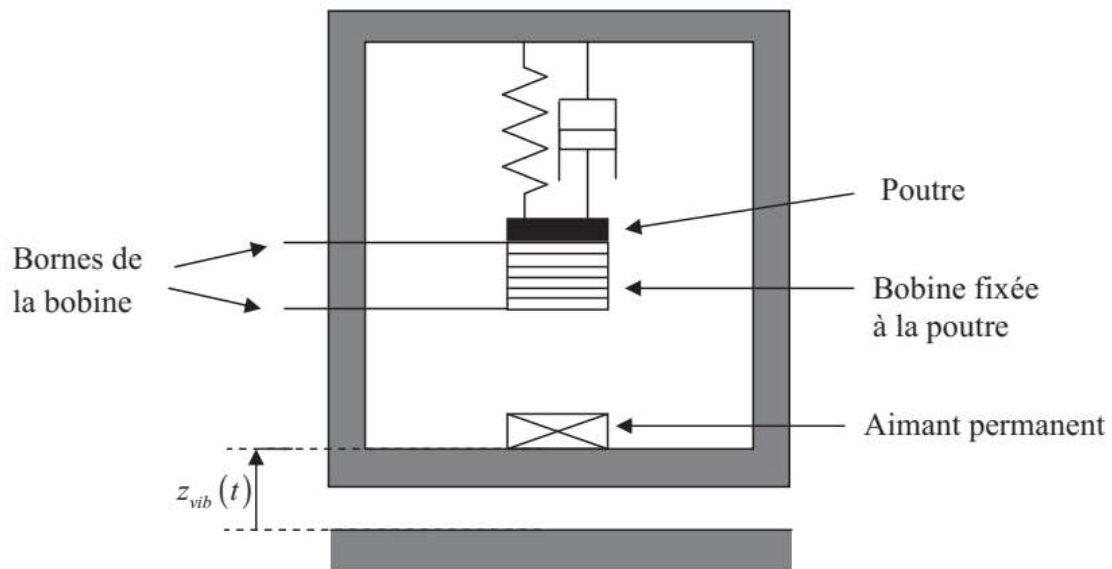

Figure 7. Principe d'un transducteur électromagnétique
36. A partir du schéma de principe indiqué en Figure 7 et du **Document 1**, expliquer le principe de la transduction électromagnétique. On rappellera en particulier en la démontrant de quelle équation de Maxwell découle la loi de Faraday, rappelée en **Document 1**.